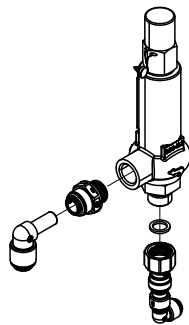

Fig. 9: Connect the screw fittings and seals to the pressure tank safety valve.
1. Schliessen Sie alle Verschraubungen und Dichtungen gemäss Fig. 9 an das Sicherheitsventil an.